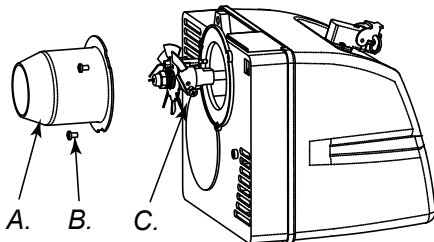

Abbildung 12 - Demontage rohr und brenner
- Die drei Schrauben (B Abb. 12) lösen, welche das Brennerrohr (A Abb. 12) festhalten.